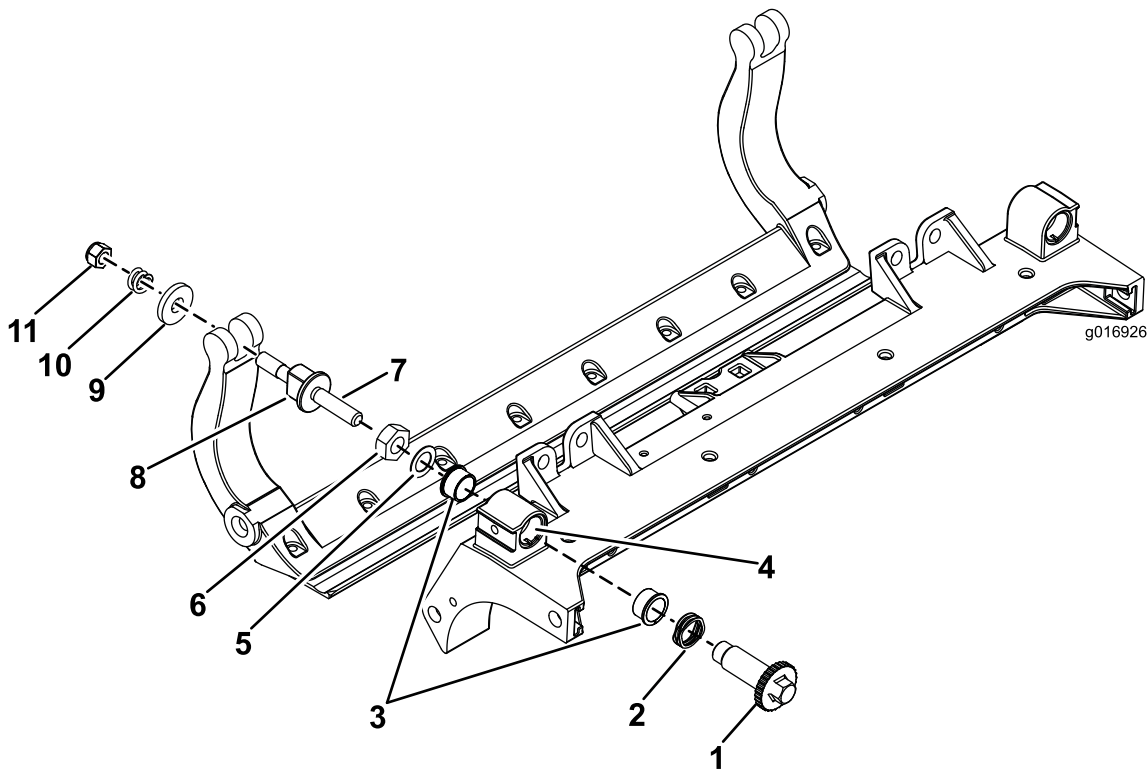

图28
1. 拆除所有零件（请参阅 HD DPA 套件安装说明和图 28）。
2. 将防啮合剂涂抹到滚刀组中心机架（图28）的轴套区内侧。
3. 将凸缘轴套上的键与机架的槽对准，然后安装轴套（图28）。
4. 将一个波形垫圈安装到调节器轴上，然后调节器轴滑入滚刀组机架中的凸缘轴套内（图28）。
5. 使用扁平垫圈和锁紧螺母固定调节器轴（图28）。
12. 在两个尼龙垫圈的外侧各放一个钢垫圈（图28）。
注意： 内侧的垫圈可能有空隙（图28）。
15. 旋紧每个底刀架调节器总成上的螺母，直到加压弹簧完全压紧，然后往回松开 1/2 圈（图28）。